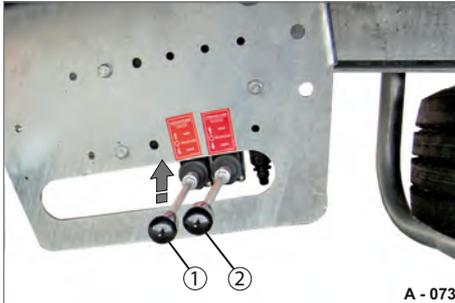

Abb. 110 Auffahrrampen heben
- ▶ Entsprechenden Hebel betätigen (Abb. 110/1 oder Abb. 110/2) nach oben.